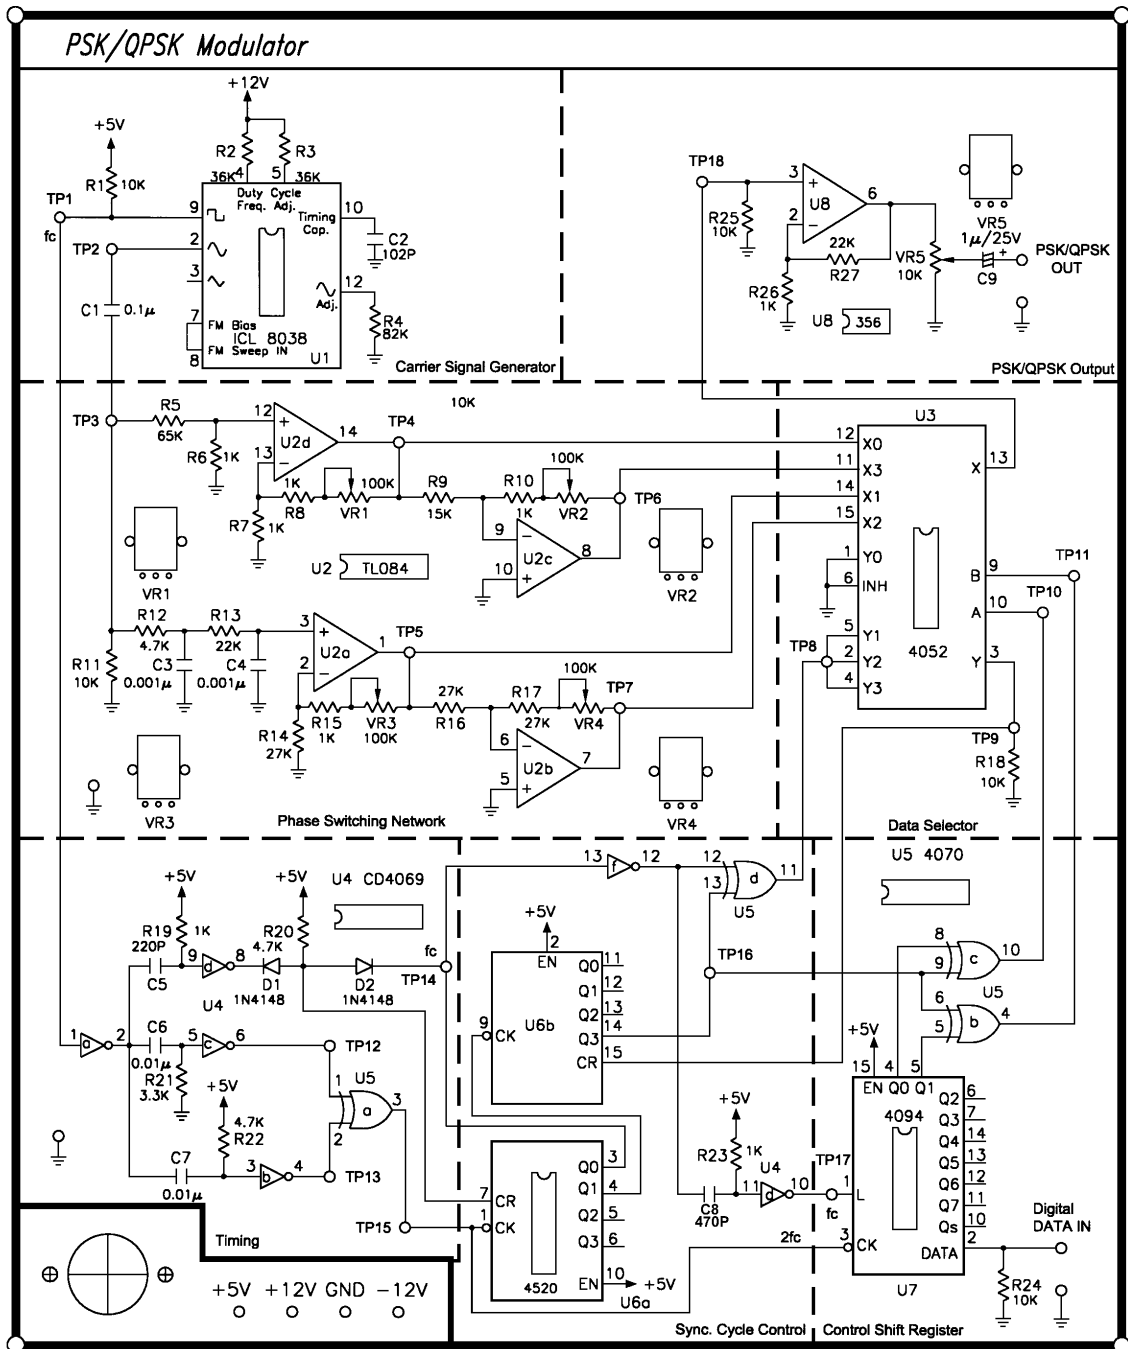

Fig. 19-9 KL-94006 modülü.
Fig. 19-9, PSK/QPSK modülatörünün şematik diyagramını göstermektedir. ICL8038, hassas dalga üreticidir. Taşıyıcı işaret üretici olarak görev görür. Sinüzoidal ve kare dalgalar üretir.
- 1. Fig. 19-9'da gösterilen KL-94006 PSK/QPSK modülü üzerine gerekli olan +12V, -12V ve +5V beslemelerini bağlayınız.